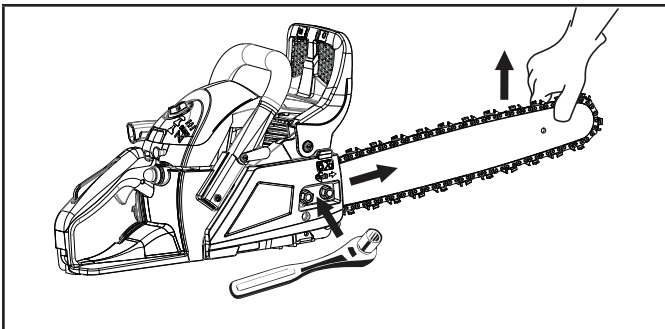

Figure 31
6. En tenant le bout de la barre vers le haut, tendez la chaîne en tournant le vis de tension dans le sens des aiguilles d'une montre (droite) jusqu'à ce que les courroies touchent à peine le côté inférieur du rail du guide (Fig. 31).